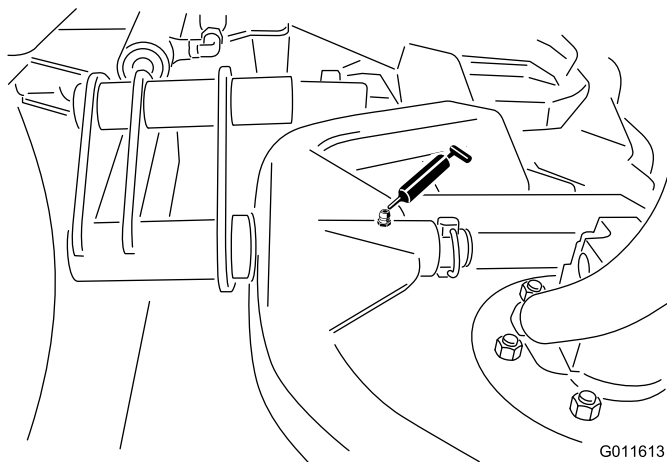

Рисунок 31
- Шарнир несущей рамы режущего блока (по 1 шт.) (Рисунок 31)